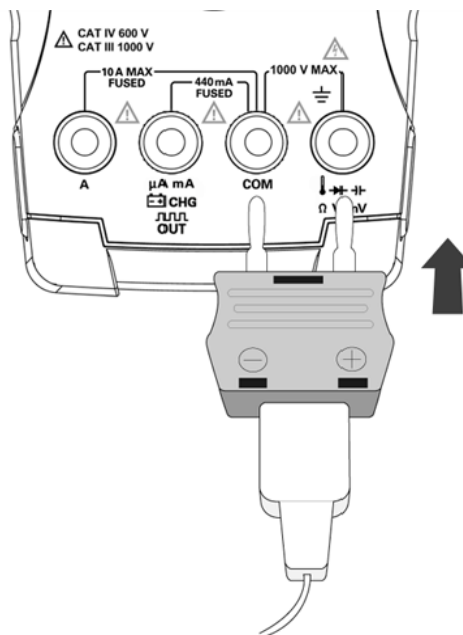

Figura 2-14 Cómo conectar la sonda con adaptador en el multímetro
- 3 Conecte la sonda térmica con el adaptador en los terminales de entrada del multímetro como se muestra en la Figura 2-14.